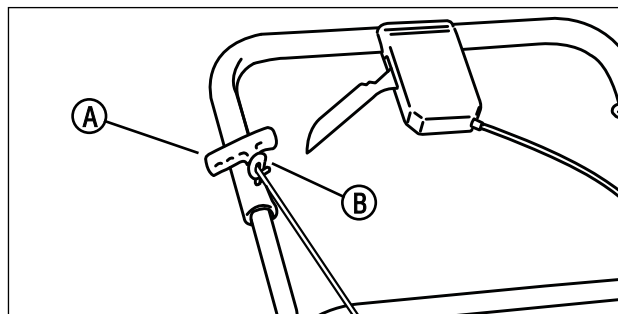

Figura 3: fissaggio della manopola del cavetto di avviamento manuale
5. Tenere la leva di arresto del motore contro l'impugnatura. (Consultare la sezione dal titolo 'Leva di arresto del motore'.) Tirare lentamente la manopola del cavetto di avviamento manuale (**A, Figura 3**). Per agganciare la manopola alla guida del cavetto (**B**), ruotare il cavetto inserendolo nella guida, montata sul lato destro dell'impugnatura.